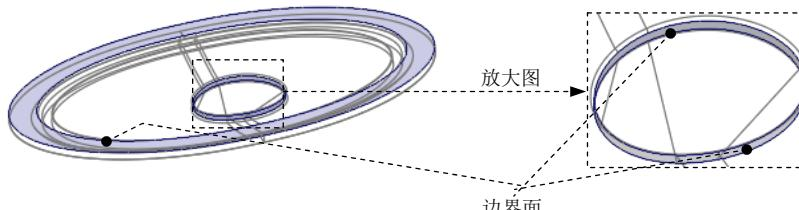

图 21.29 定义边界面
(3) 然后选取“边界面”(boundary surface)，操作方法如下。
① 按住 Shift 键，选取图 21.29 中的 soap-box 的外圆面和内圆面为边界面，此时图中的内外圆面会加亮。